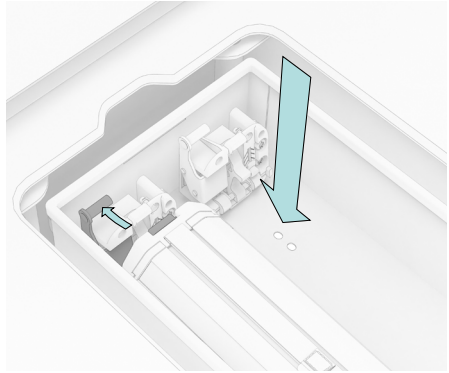

Abb. 24
2. Ziehe den Entriegelungshebel 1 Richtung Akku. Führe den Akku in die Halterung ein, bis er hörbar einrastet (Abb. 24).